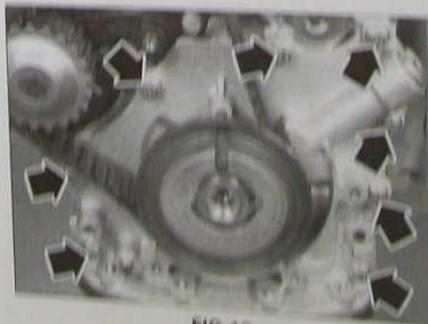

FIG. 19
- les huit vis de la pompe à huile en bout de vilebrequin (Fig.19).